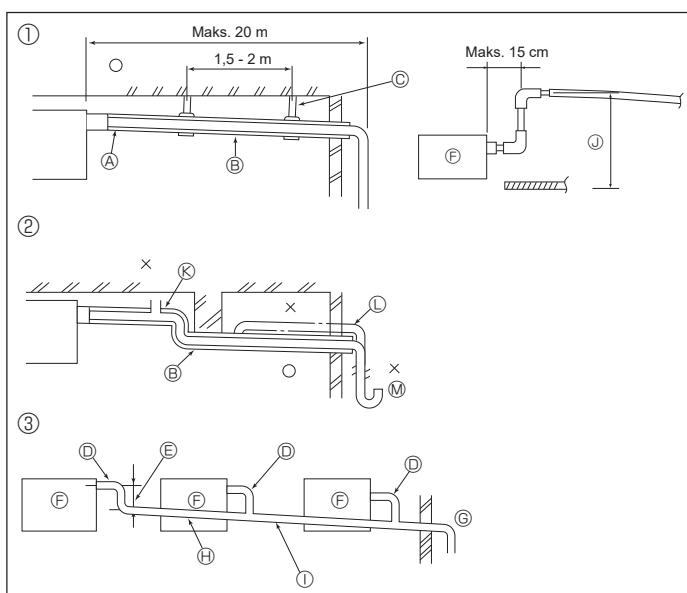

Fig. 5-1
5.1. Arbeid med avløpsrør (Fig. 5-1)
① Korrekte rør
⑥ Bruk stor rørstørrelse for grupperte rør.
② Feil rør